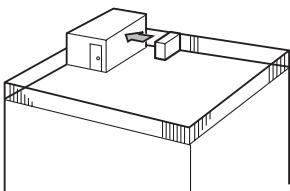

Fig. 2-3
- ① Richten Sie die Luftaustrittsoffnung mit einem Abstand von etwa 50 cm auf die nächstgelegene Wand aus. (Fig. 2-3)